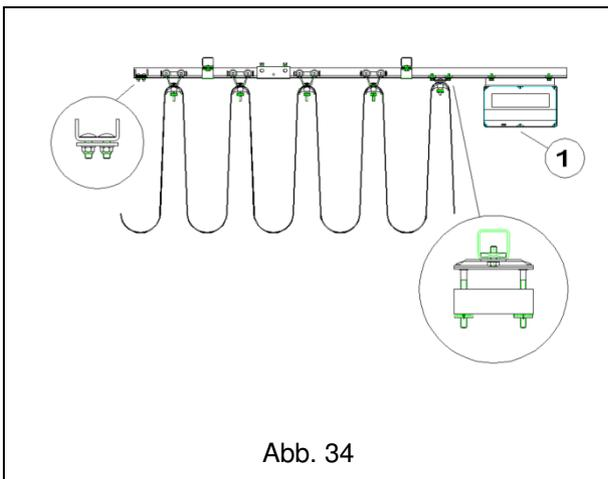

Abb. 34
- Die Schleppkabel in den Kanal einfügen und die Anschläge sowie das Kabelendstück befestigen. Den ordnungsgemäßen Lauf der Laufkatzen in den Profilen überprüfen und eventuell die Ausrichtung der Kanäle auf die Verbindungen kontrollieren. Die Rotationsvorrichtung **1** am Anfang des Kanals befestigen (Abb. 34).